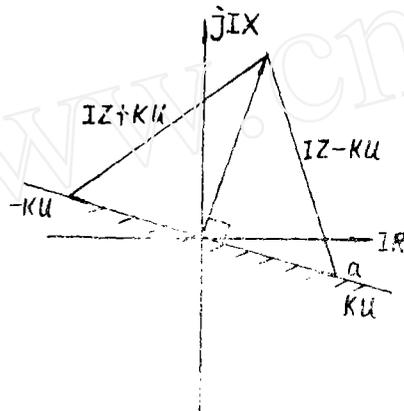
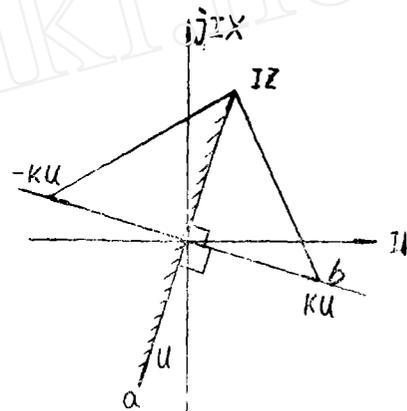

图 8
图 9
在图 8 中边界上 a 点满足式 (5) 条件, 由此可见继电器的动作边界为通过坐标原点垂直于向量  $IZ$  的一条直线。
LG-12 型继电器  $Ku$  与  $u$  同相, 所以动作边界与图 8 符合, LG-11 型由于  $u$  落后  $Ku$  90°, 所以动作边界也转 90° (见图 9)。
在图 9 中边界上 a 点相应  $Ku$  在 b 点, 同样符合 (5) 式条件。